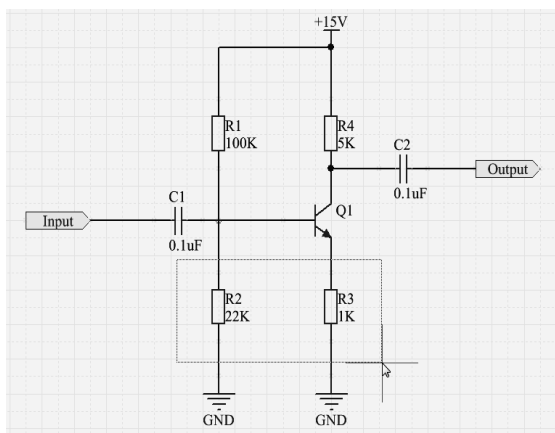

图 4-1-17 通过拖曳选择框选择多个对象
(2) 选择多个对象。按住【Shift】键后依次在欲选对象上单击，即可选择多个对象。
(3) 通过拖曳选择框选择多个对象。以选择图 4-1-17 中的电阻 R2 和电阻 R3 为例。
① 将鼠标指针移至电阻 R2 左上方，按住鼠标左键不放并向电阻 R3 右下方拖曳，此时鼠标指针会变为十字形，同时出现矩形虚线选择框，如图 4-1-17 所示。